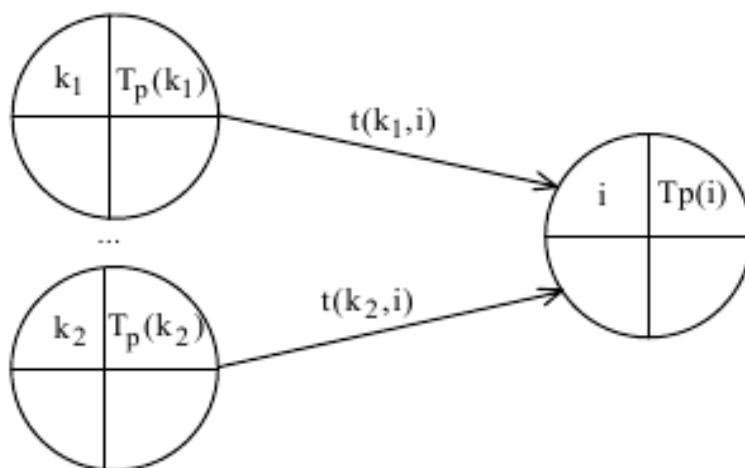

Рисунок 4.3 – Фрагмент 1 сетевого графика
- 2) для всех остальных событий i : $T_p(i) = \max_{\forall(k,i)} [T_p(k) + t(k,i)]$, где максимум берется по всем работам (k,i) , входящим в событие i ; $t(k,i)$ – длительность работы (k,i) (рис. 4.3).